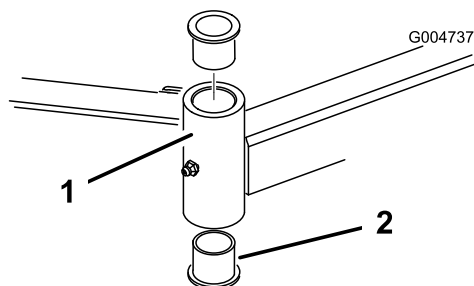

Figure 21
4. Insérez un chasse-goupille dans le haut ou le bas du tube de montage et chassez la bague hors du tube (Figure 21). Chassez ensuite l'autre bague. Nettoyez l'intérieur des tubes de montage.